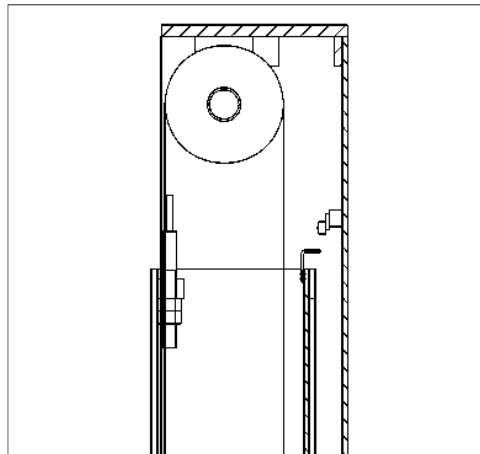

Fig. 14
- Если движение кареток выходит за рамки возможной высоты подъема, в верхней части командной стойки находится концевой выключатель, который приводится в действие рычагом (**Рис. 14**) на каретке главной стойки. В случае несрабатывания первого концевых выключателя, через 3 секунды сработает второй выключатель.